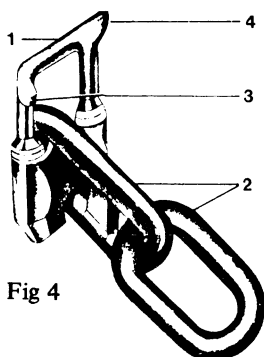

Fig 4
5. Övergångskoppel typ SA3-länk, fig 4